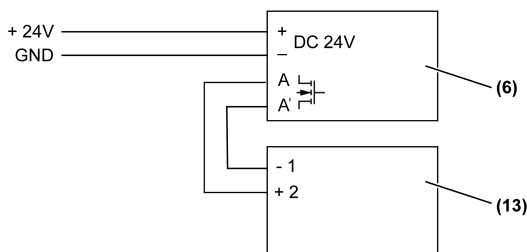

Imagen 11: Conexión a Cabezal motorizado con termostato
- (Imagen 11) (13) Cabezal motorizado con termostato, n° art.: 2177SVR